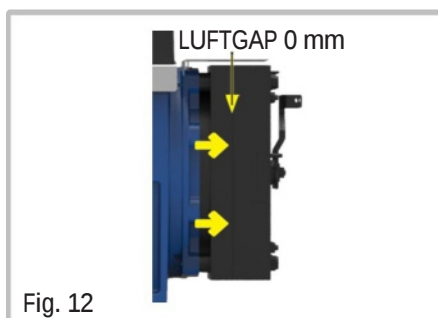

Fig. 12
- När bromsens elektromagnet är spänningssatt släpper den bromsskivan (gula pilar i fig. 12). Motorn släpps nu.